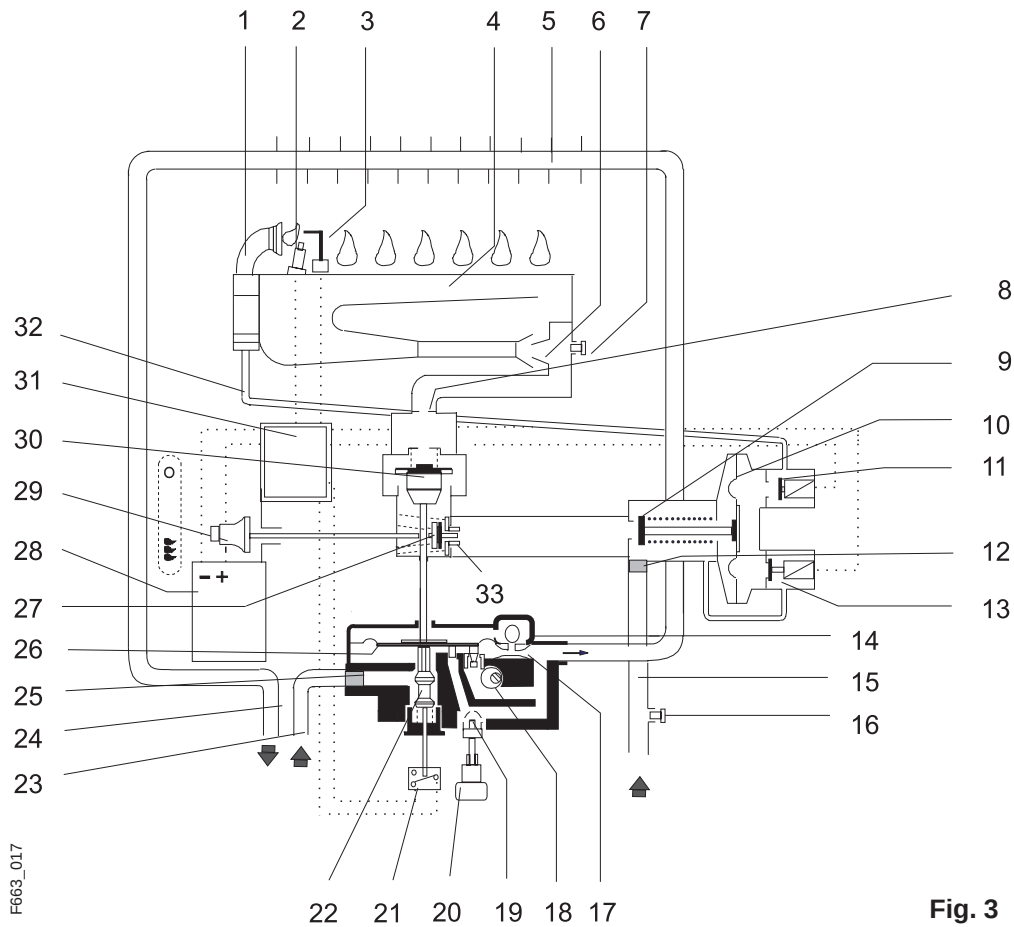

Fig. 3
- Enlevez le câble vert de la servo-soupape gaz (pos. 13, fig. 3). Le brûleur principal s'arrête et la veilleuse est allumée. Enlevez le câble rouge de l'aimant d'allumage (pos. 11, fig. 3). La veilleuse doit s'éteindre.
En cas d'élévation de température insuffisante, contrôler la puissance de l'appareil. Pour les chauffe-bains fonctionnant aux gaz liquides, vérifier la pression mentionnée sur la plaque signalétique à la prise manométrique (pos. 16, fig. 3).
Nettoyer le filtre gaz (pos. 12, fig. 3) ainsi que le brûleur et la vanne de décharge (pos. 19, fig. 3) se trouvant dans la vis du sélecteur (pos. 20, fig. 3).